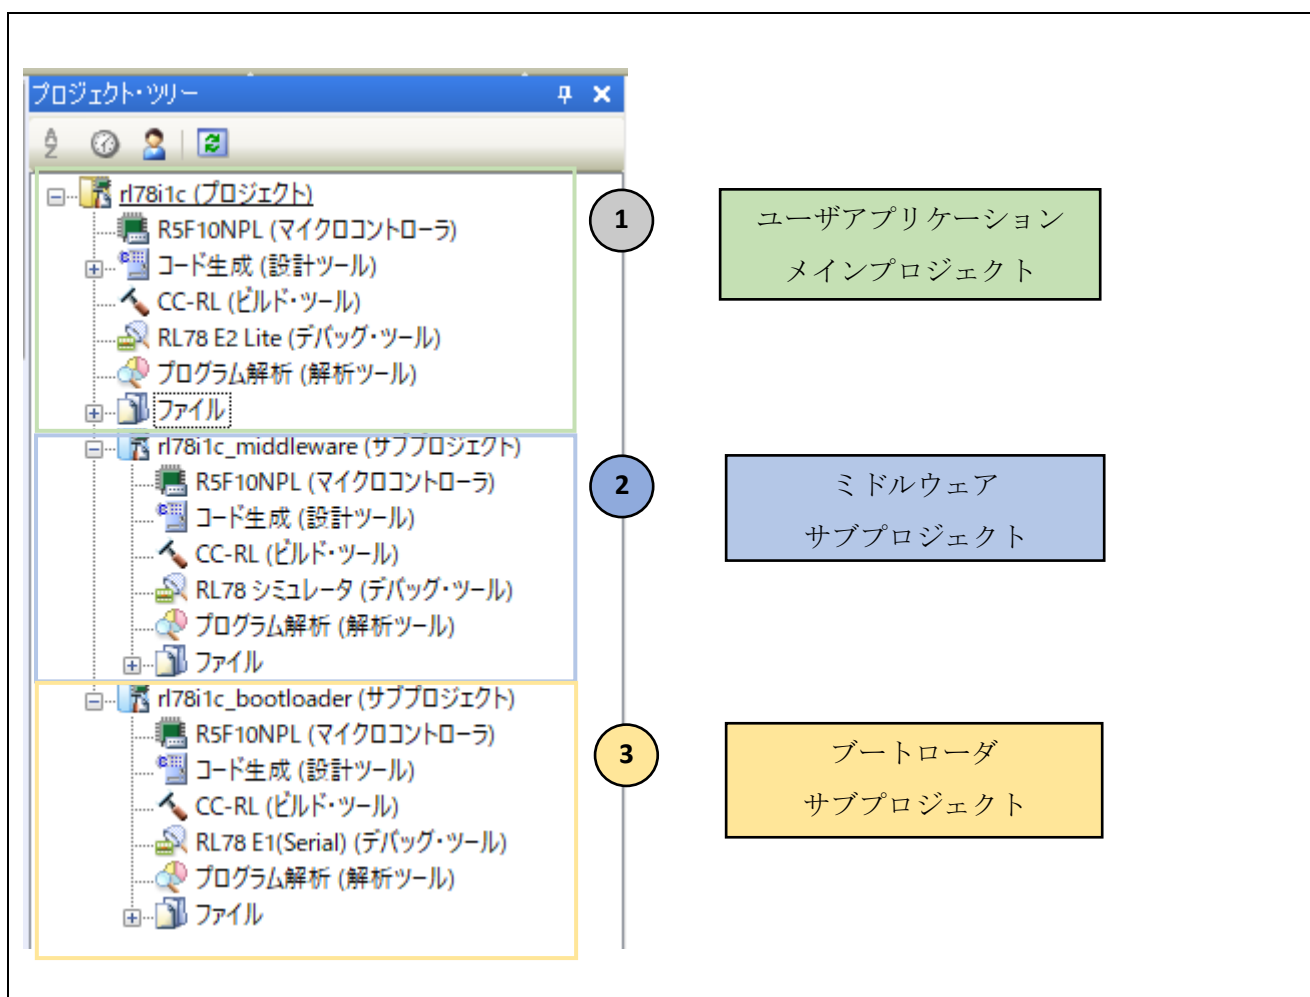

図 4-1: プロジェクト構成
上記①、②、③の各番号は、図 4-1 の各プロジェクトとの対応を示しています。
rl78i1c プロジェクト (図 4-1 ①) について、ROM および RAM を所定の配置にするための設定を行います。割り当ての方法を CS+ と、e2studio それぞれの場合について示します。
rl78i1c\_middleware サブプロジェクト (図 4-1 ②) について、ROM および RAM を所定の配置にするための設定を行います。割り当ての方法を CS+ と、e2studio それぞれの場合について示します。
rl78i1c\_bootloader サブプロジェクト (図 4-1 ③) について、ROM および RAM を所定の配置にするための設定を行います。割り当ての方法を CS+ と、e2studio それぞれの場合について示します。
これは、rl78i1c プロジェクト (図 4-1 ①)、rl78i1c\_middleware サブプロジェクト (図 4-1 ②)、rl78i1c\_bootloader サブプロジェクト (図 4-1 ③) の全てで必要になります。